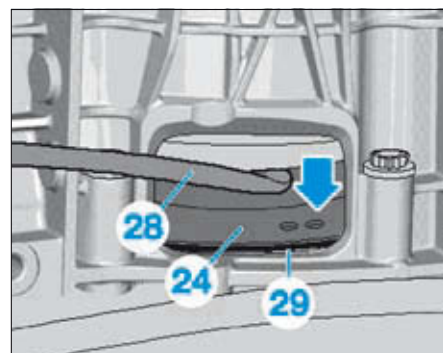

FIG. 90
- Pousser légèrement le volant moteur (24) contre le plateau d'entraînement dans le sens de la flèche à l'aide d'un levier (28) par la trappe de visite inférieure (29) (Fig.90).